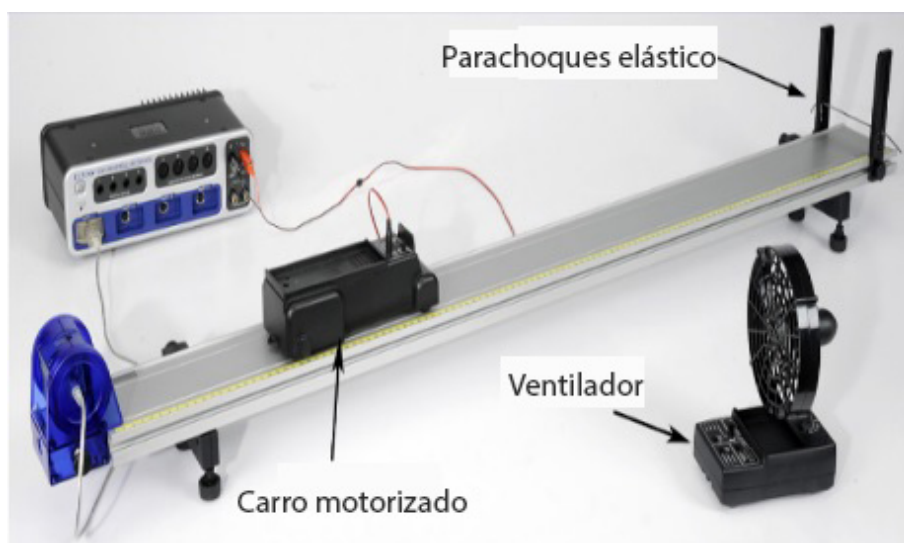

Figura 9.1: Instalación del equipo.
1. Armar la pista como se muestra en la Figura 9.1. Tener en cuenta que el sensor de movimiento está en el extremo de la pista, que es el punto cero de la regla amarilla. Conectar el sensor de movimiento al 850 y verificar que el interruptor de rango esté en el icono carro.